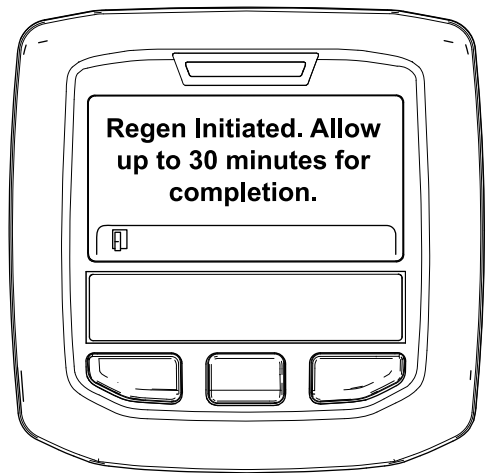

Figura 49
- Si la regeneración se permite, aparece el mensaje “Regen Initiated. Allow up to 30 minutes for completion” (Regeneración iniciada, espere 30 minutos hasta que finalice) en el InfoCenter y debe esperar a que la máquina finalice el proceso de regeneración con la máquina aparcada (Figura 49).